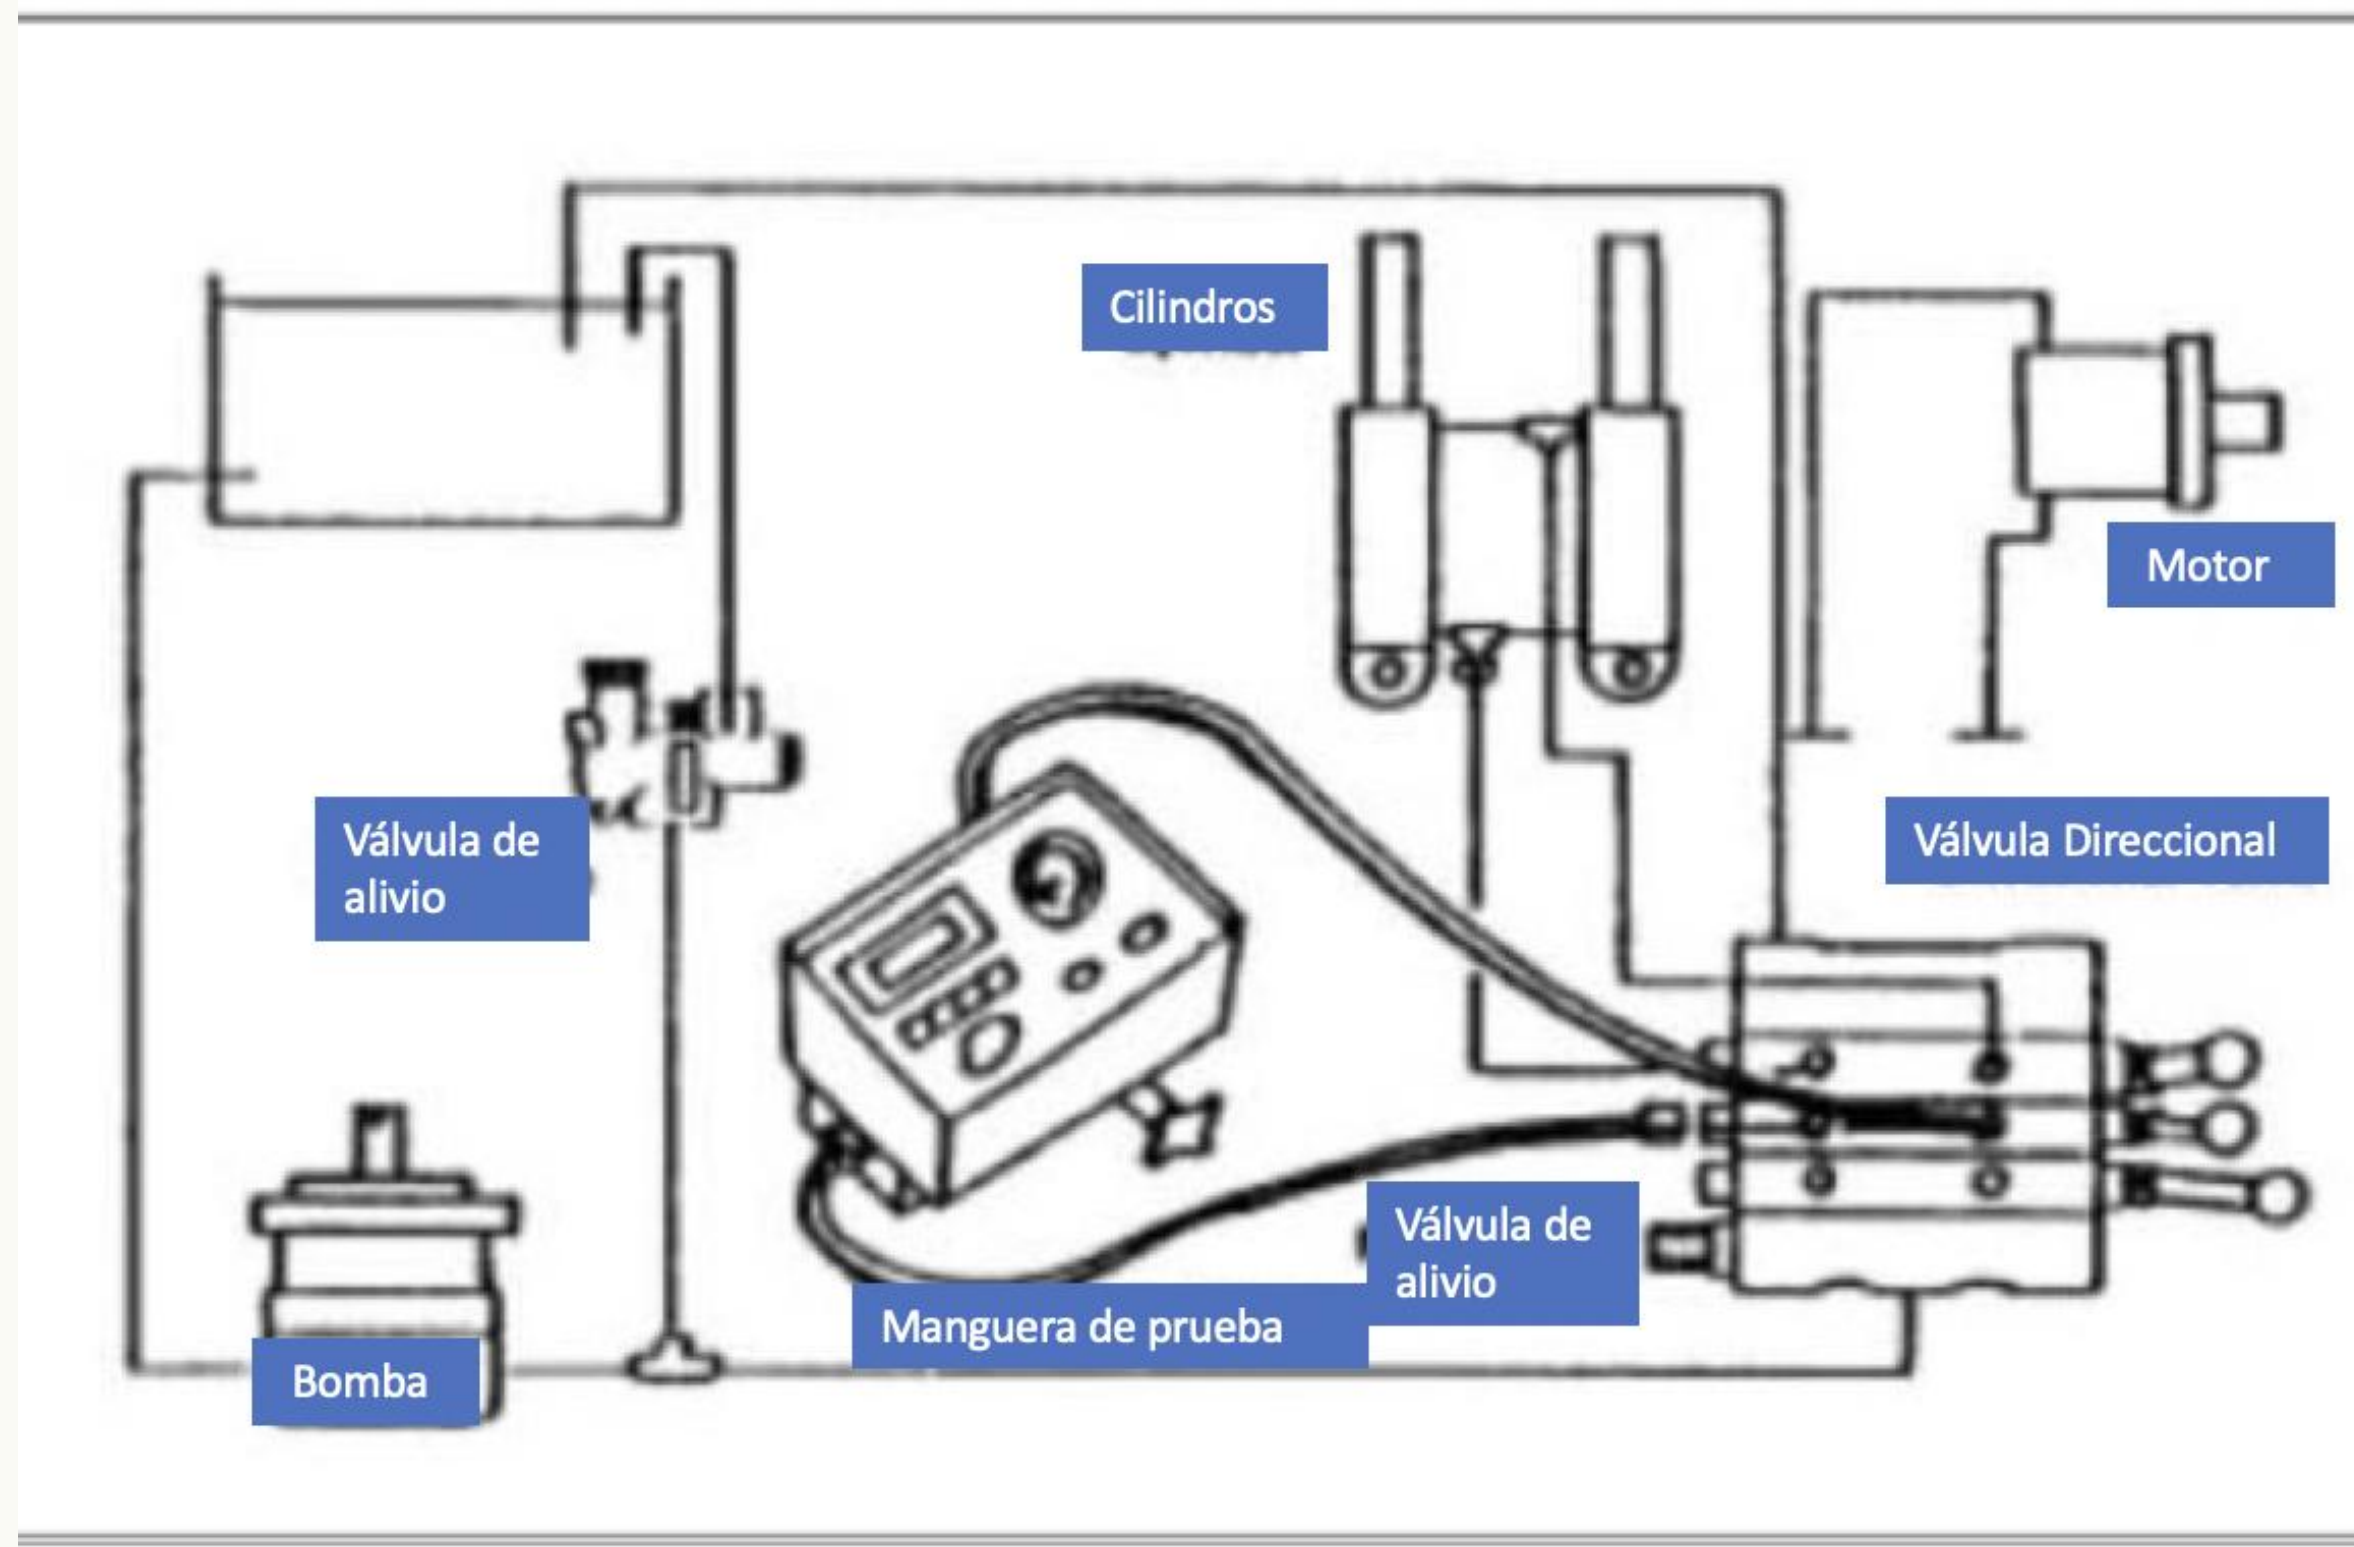

Figura 8
1. Se pueden probar motores y cilindros tal como se indica en la figura 8.